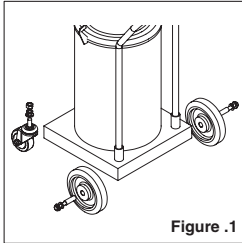

Figure .1
1. Assemblez les roulettes et les glissières comme indiqué (**Figure 1**).